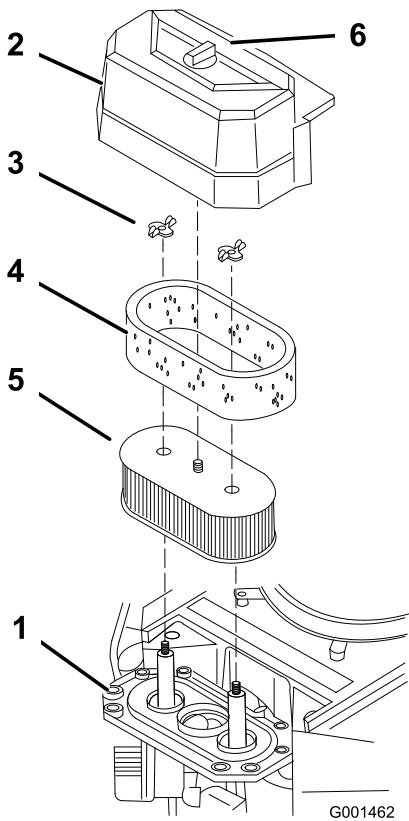

Figure 25
3. Nettoyez la surface autour du filtre à air pour éviter que des impuretés n'endommagent le moteur en tombant à l'intérieur (Figure 25).
4. Dévissez le bouton du couvercle et déposez le couvercle du filtre à air (Figure 25).
5. Dévissez les 2 écrous à oreilles et déposez l'ensemble filtre à air (Figure 25).
6. Sortez délicatement l'élément en mousse de l'élément en papier (Figure 25).
1. Glissez délicatement l'élément en mousse sur l'élément en papier (Figure 25).
2. Posez l'ensemble filtre à air sur sa base et fixez-le en place avec les 2 écrous à oreilles (Figure 25).
3. Mettez le couvercle du filtre en place et serrez le bouton (Figure 25).